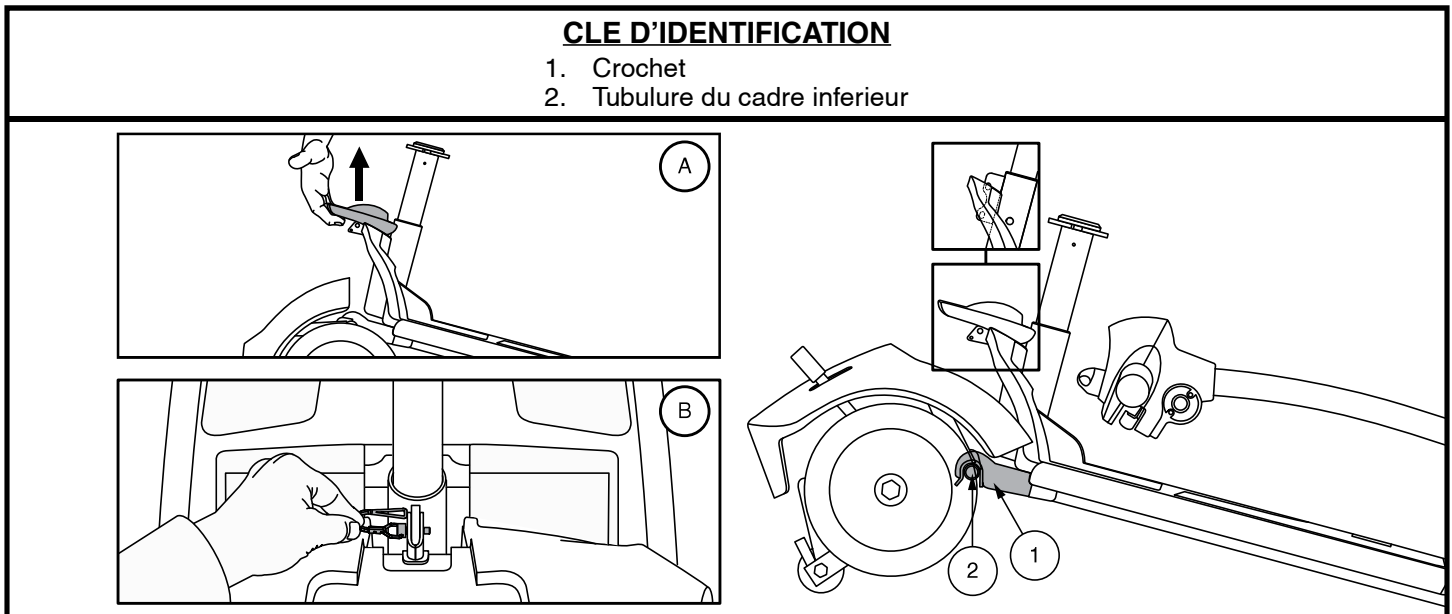

Figure 33. Levier de blocage du cadre (Style A) et Libérez la goupille de verrouillage de blocage du châssis (Style B)
4. Séparez doucement les sections du Travel Scooter. **Voir la figure 33.**
NOTE: Avant de débiter l'assemblage, basculez légèrement la section arrière du Travel Scooter vers ses rolettes antibasculer tel que montré dans la figure 33.
1. Soulevez la section avant par le levier de blocage (ou le mât du siège sur les modèles 29, 36, 336, 83, et 84) et alignez les crochets avec la tubulure de la section arrière. **Voir la figure 33.**
2. Une fois que les crochets du châssis sont sur le tube inférieur du châssis, abaissez la section inférieure avant et faites pivoter la section arrière simultanément. Ceci engagera le verrouillage du châssis automatiquement pour les modèles AAP4, 39, 40, 44, 40LX, 40X, 44X, 40E, 44E, 44LX, 49, 50LX, 50LXLIT, 53, 53HD, 54, 54LX, 54LXLIT, 54HD, 66, 67, 73, 74, et Jazzy ZTS. Pour les modèles 29, 36, 336, 83, et 84, vous aurez besoin de réinstaller la goupille de verrouillage du châssis pour terminer l'assemblage du corps. **Voir la figure 33.**